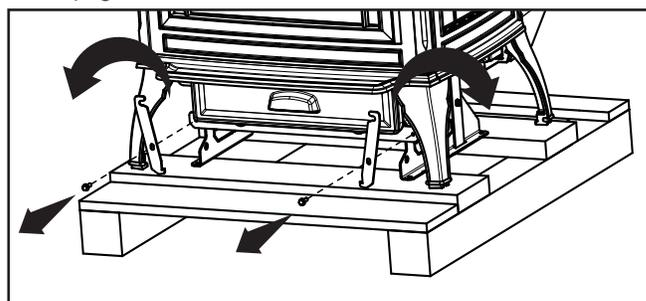

Figure 5.1
2. À l'aide d'une douille ou d'une clé à 3/8, retirez les deux vis avant des supports de palette. Les supports de montage de la palette avant glissent vers l'extérieur loin de l'appareil (Figure 5.1).